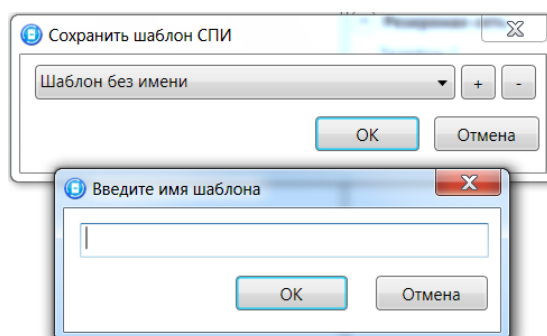

Рис. 10.3. Сохранение шаблона
**Сохранить шаблон настроек:** открытие окна *Сохранить шаблон СПИ* (рис. 10.3), с помощью которого можно сохранить конфигурацию СПИ контроллера в качестве шаблона.